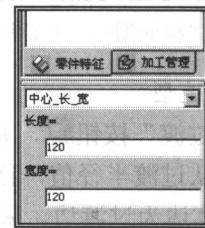

图 0-3 立即菜单
(2) 单击工具栏中的“矩形”按钮 ，在弹出的立即菜单中单击“两点矩形”，将立即菜单中的选项选择为“中心_长_宽”，在长度输入框内输入“120”后，单击 **Enter** 键。采用同样方法，调整矩形宽度边为“120”，如图 0-3 所示。